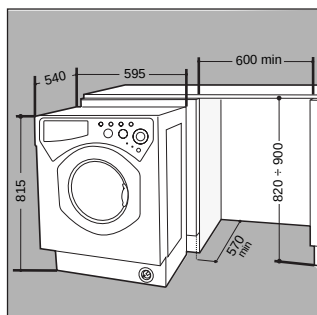

Fig. 6
- Empujar la máquina en el espacio destinado a ella alineándola con los otros muebles (fig. 6).